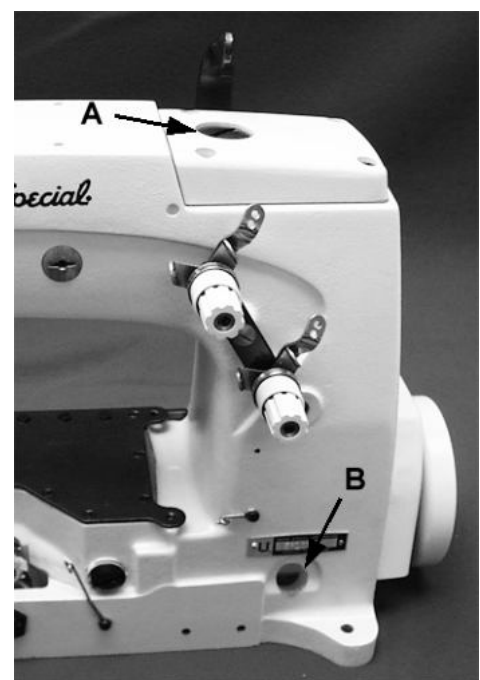

Fig. 2
Before operating fill the machine with oil at plug screw (A, Fig. 2). While filling machine with oil, check gauge (B). When proper oil level is reached, the oil level should appear in the center between the lines.
Bevor Sie die Maschine in Betrieb nehmen, füllen Sie diese bei der Verschlusschraube (A, Fig. 2) mit Öl. Während Sie die Maschine mit Öl füllen, kontrollieren Sie den Ölstandsanzeiger (B). Wenn der richtige Ölstand erreicht ist, sollte dieser genau zwischen den beiden Linien sein.